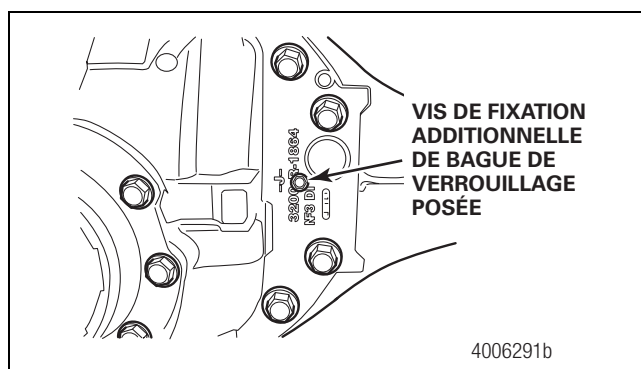

Figure 6
12. Appliquer l'adhésif à filet Loctite® 242 sur la vis de fixation auto-taraudeuse de bague de verrouillage fournie dans la trousse. Poser la vis de fixation de la bague de verrouillage dans le trou perforé et la serrer au couple de 25 lb-pi (34 N m). Figure 6. ①